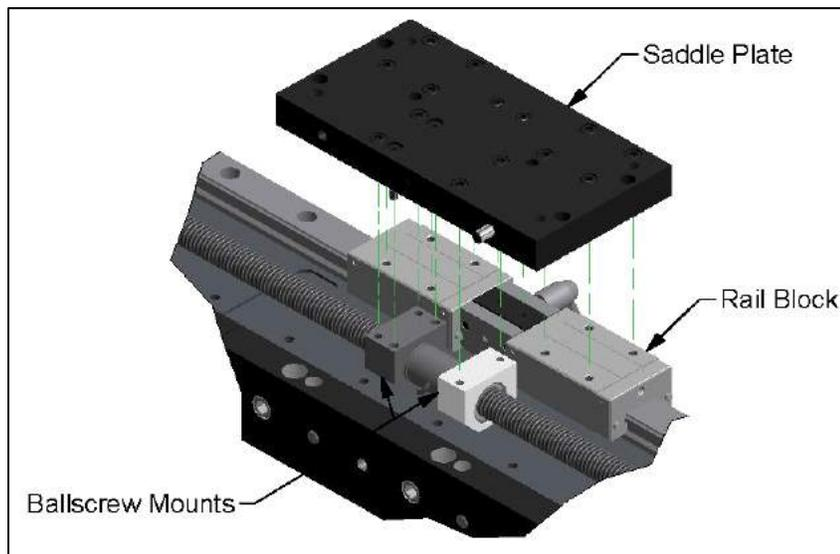

Figura 9. Montajes de tornillo de bola (izquierda) y placa de sillín (arriba) y bloqueo de riel (derecha)
1. Fije la placa del sillín a los bloques del riel como se muestra en la Figura 9. El borde exterior debe estar a ras de los bloques del riel. Esto alinea el sillín con el lecho y, a su vez, alinea el cilindro con este.